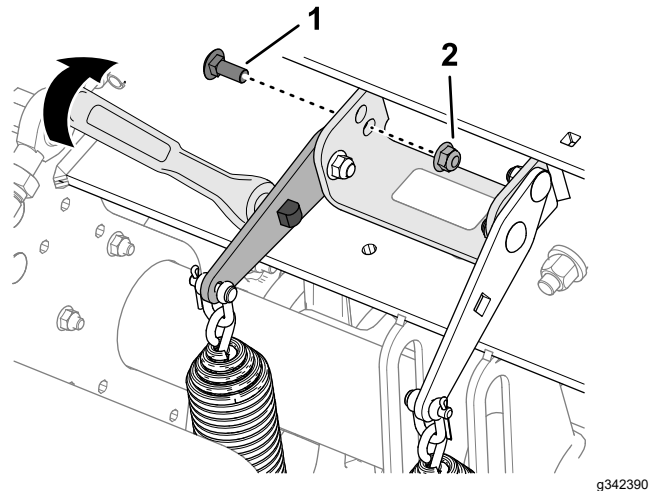

Figura 110
4. Introduzca una llave de carraca de ½" en el orificio cuadrado de la placa tensora del muelle (Figura 110).